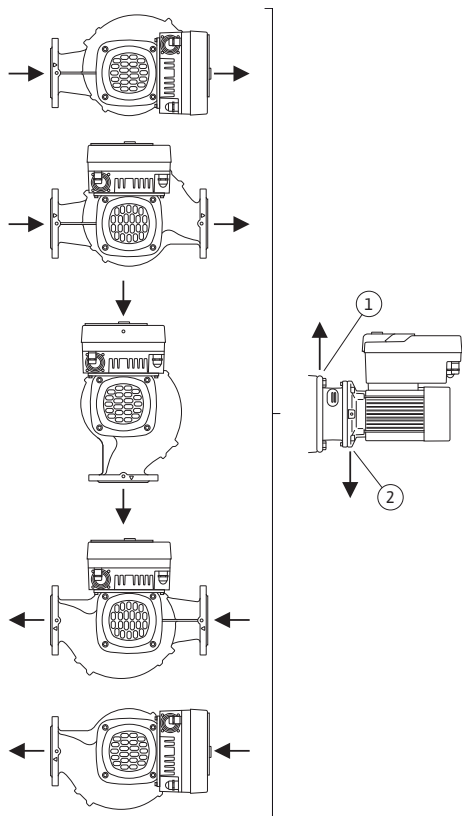

Fig. 17: Povolené montážne polohy s horizontálnym hriadeľom
- Pri horizontálnom hriadeľi motora je potrebné, aby sa otvor na odtekanie kondenzátu nachádzal dole (Fig. 17, pol. 2). V prípade potreby sa musí motor otočiť.